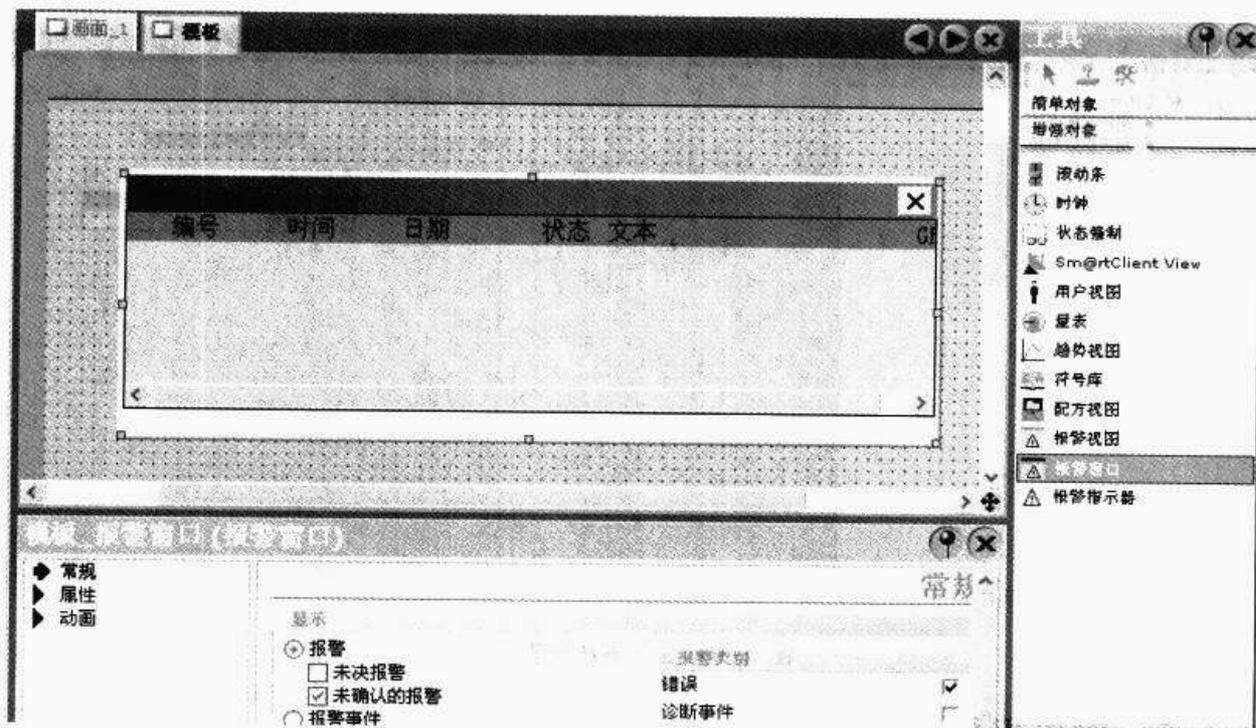

图 7-5 报警窗口
② 报警窗口。在画面模板中组态的报警窗口将成为项目中所有画面上共有的一个元素。根据报警的组态的大小,可以同时显示多个报警。报警窗口的关闭和重新打开均可通过事件触发。报警窗口保存在它们自己的层上,以便在组态时可以将它们专门隐藏。报警窗口只能在模板中组态,如图 7-5 所示。